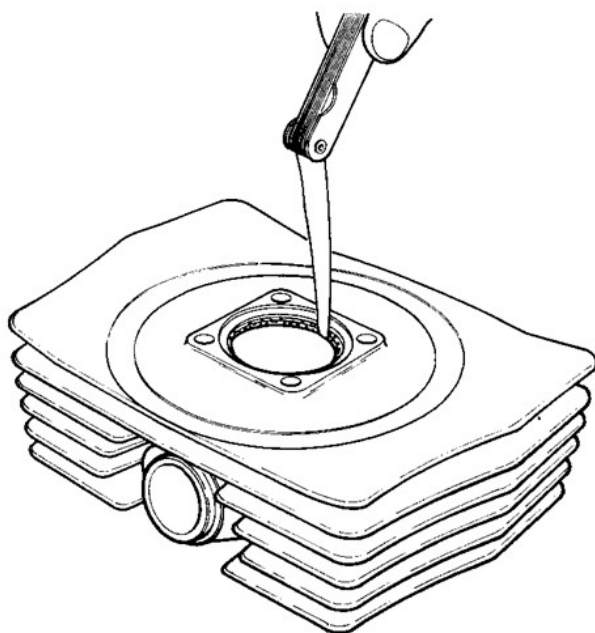

FIG. 34 Controllo segmenti
- 8) **CONTROLLARE** che i segmenti non presentino anomalie di alcun genere e che la distanza tra le estremità sia compresa nei valori indicati in tabella. Il controllo deve essere fatto con uno spessimetro introducendo il segmento nel cilindro e facendo attenzione a disporlo orizzontalmente (vedi fig. 34).